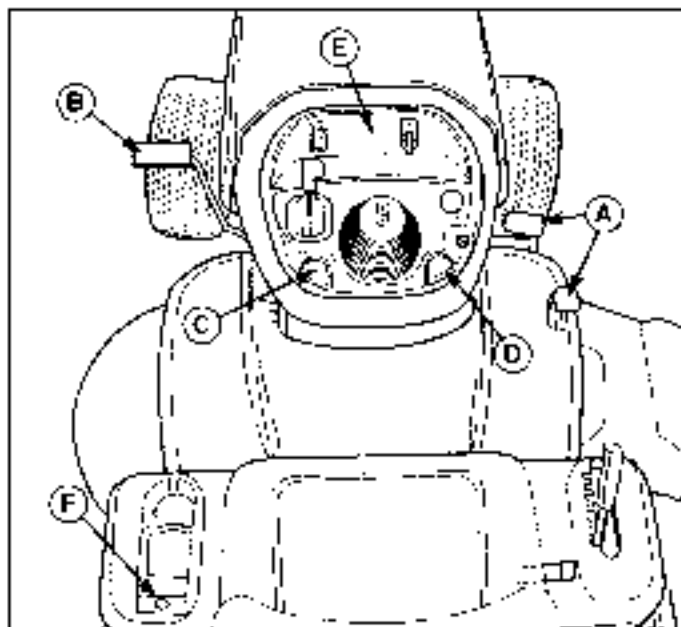

Figura 3. Accionamiento del freno de estacionamiento
**Activación del freno de estacionamiento:** Consulte la Figura 3. Para colocar el freno de estacionamiento, suelte los pedales del acelerador (A), presione por completo el pedal del freno (B), levante la perilla del freno de estacionamiento (C) y luego suelte el pedal del freno.
**Soltar el freno de estacionamiento:** Consulte la Figura 3. Para soltar el freno de estacionamiento presione el pedal del freno (B).
1. Levante la perilla de control de crucero (D, Figura 3).
2. Presione el pedal del acelerador (A).
3. Levante la perilla de control de crucero (D) cuando alcance la velocidad deseada. El control de crucero se fijará en alguna de sus cinco posiciones.
1. presione el pedal del freno (B, Figura 3).
2. presione el pedal del acelerador (A)